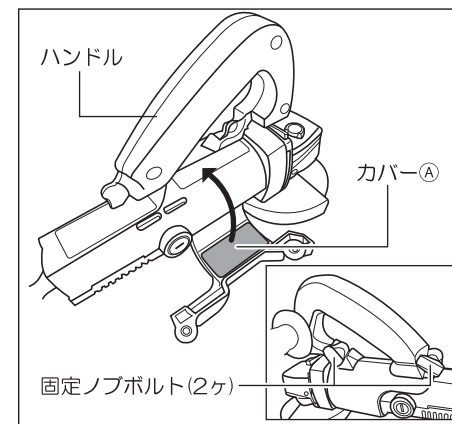

図5
- ①ディスクハンドのハンドル部を本体(SDG-100G)の上面中央部になるように乗せ、カバー①を本体にかぶせて固定ノブボルト(2ヶ)で締め付けてください。(図5参照)